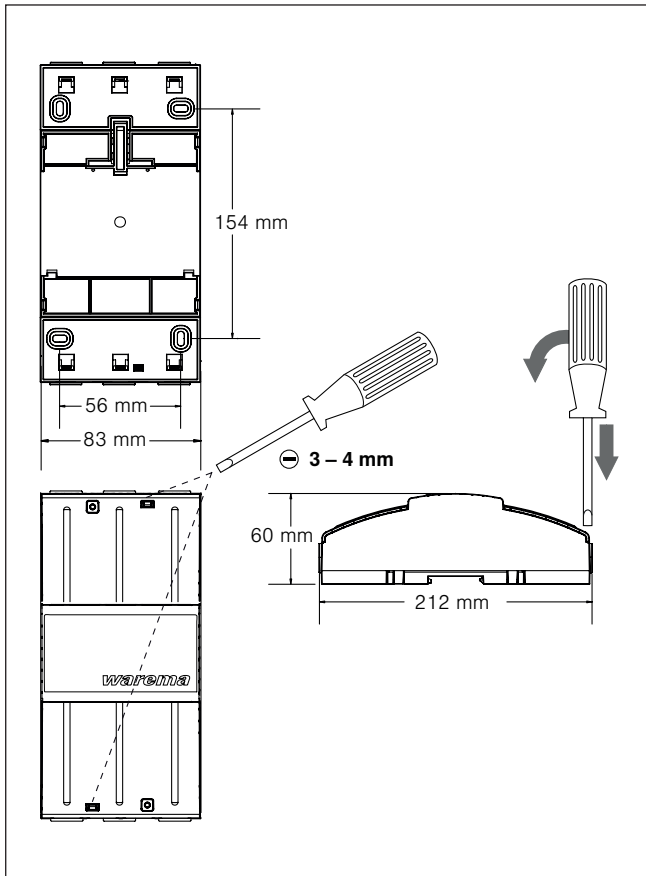
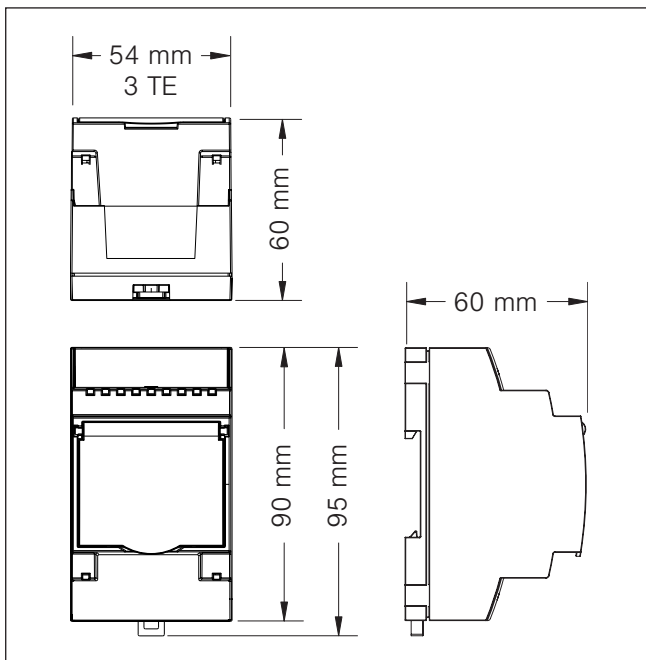

Abb. 2 AP Gehäuse für MSE Kompakt 1-fach
Abb. 3 REG-Gehäuse 3 TE für MSE Kompakt 1-fach
- AP: Zum Öffnen des Gehäuses drücken Sie bitte mit einem Schlitzschraubendreher (Empfehlung: Klinge 3,0 - 4,0 mm) nacheinander in die beiden Gehäuseöffnungen und hebeln Sie das Gehäuse vorsichtig auf (s. Abb. 3). Alternativ kann die AP-Variante auch auf einer Hutschiene (TH 35-15 nach EN 60715: 2001) montiert werden. Verschrauben Sie den Deckel nach der Montage mit den beiliegenden Schrauben.
Abmessungen	Siehe Abb. 2 und Abb. 3